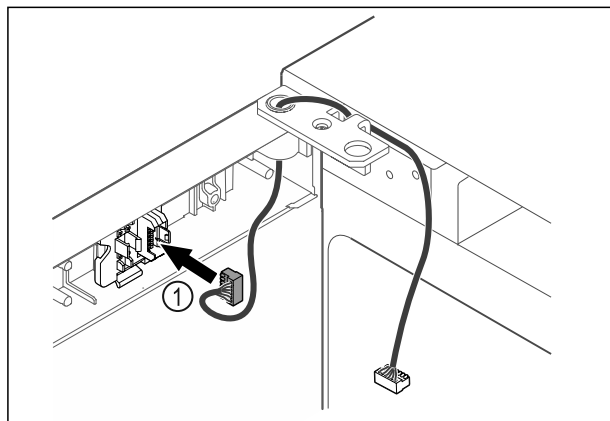

Fig. 40
- Vtič Fig. 40 (1) vstavite v držala vtiča.